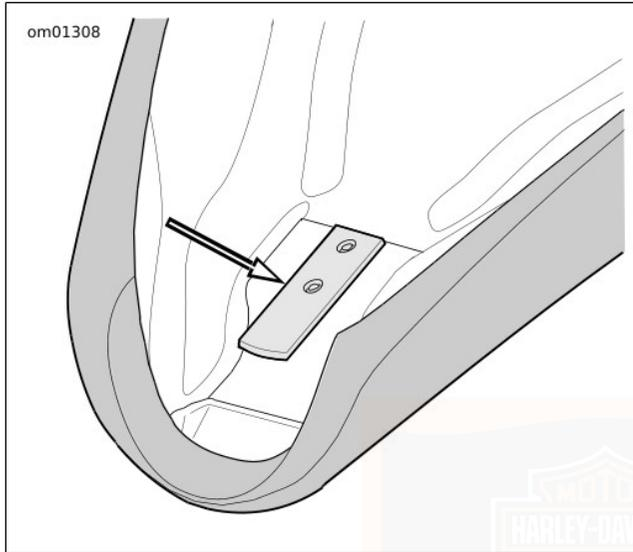
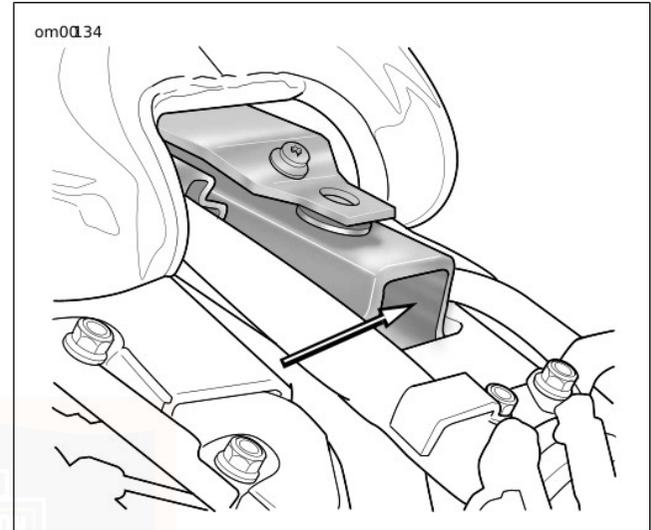

Abbildung 76. Sitzzunge (typisch)
Abbildung 77. Rahmenrücken
Siehe Abbildung 76 und Abbildung 77. Der Sitz verfügt über eine Zunge, die in einen Schlitz an der Rahmenrückseite eingreift. Das entsprechende Verfahren für das vorliegende Motorradmodell zum Ein- oder Ausbau des Sitzes befolgen.
2. Siehe Abbildung 76. Den Sitz nach hinten drücken, um die Zunge (2) an der Vorderseite des Sitzes aus dem Schlitz oder der Halterung im Rahmenrücken zu lösen.